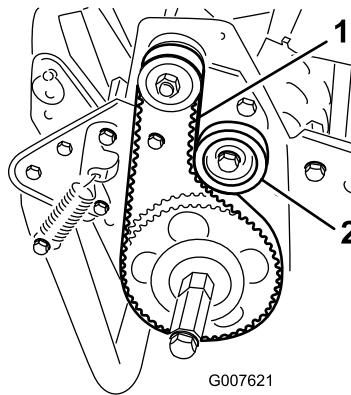

図 41
2. プーリ間の中央部（図 41）でベルトを 18~22 N 程度の力で押して点検する。ベルトのたわみが 6 mm 程度あれば適正とする。
- A. アイドラブーリ固定ナットをゆるめ、プーリをベルトの背に押しつけて、適当な張りを出す（図 41）。